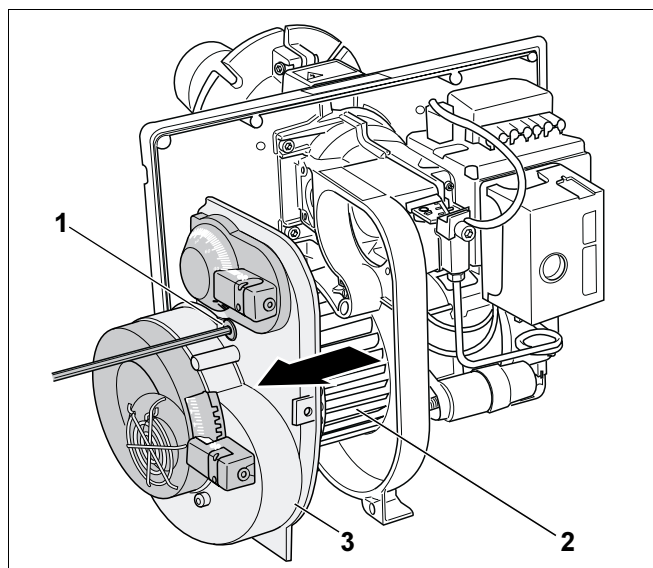

Fig. 17 Testarea optică a rotorului de suflantă
- Se desface șurubul hexagonal (SW 4) (Fig. 17, **Poz. 1**).
- Se detașează capacul (Fig. 17, **Poz. 3**) carcasei.
- Rotorul de suflantă (Fig. 17, **Poz. 2**) se verifică la murdărire respectiv se curăță sau se schimbă.